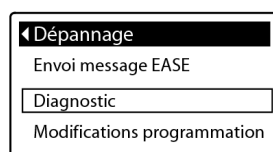

FIG.83
2. Pour afficher l'écran Diagnostic depuis n'importe quel écran d'état séquentiel (lorsqu'un code d'erreur n'est pas affiché), appuyez sur SELECT (O) pour afficher le **Menu principal**.
4. Appuyez sur SELECT (O) pour afficher le menu Réglages avancés.
6. Appuyez sur SELECT (O) pour afficher le menu Dépannage (Figure 83).
1. Depuis n'importe quel écran d'état séquentiel, appuyez sur SELECT (O) pour afficher le **Menu principal**.
3. Appuyez sur SELECT (O) pour afficher le menu Réglages avancés.
5. Appuyez sur SELECT (O) pour afficher le menu Dépannage (Figure 83).
- **Annuler** vous fera revenir au menu Dépannage (Figure 83).
9. Appuyez sur SELECT (O)